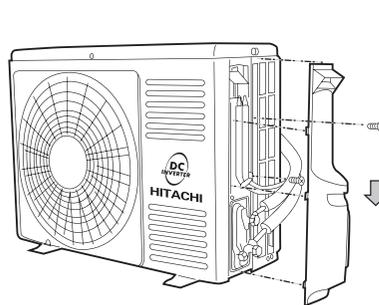

图21
(1) 将右侧板上边盖拆开。(如图21)
(2) 将截止阀的纳嘴与密封帽拆开。